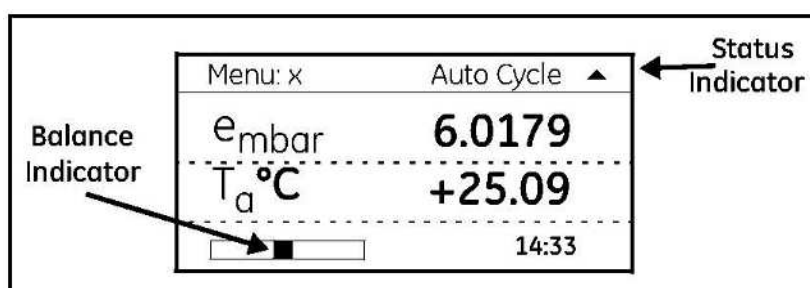

図 5-1 : OptiSonde ディスプレイのバランスとステータスインジケータ
- バランスインジケータ（図 5-1 参照）は、鏡面の受光検知器が受光する量をグラフィック表示します。また露点層の厚さのインジケータでもあります。このインジケータはデジタルの数表示で増減を示します。